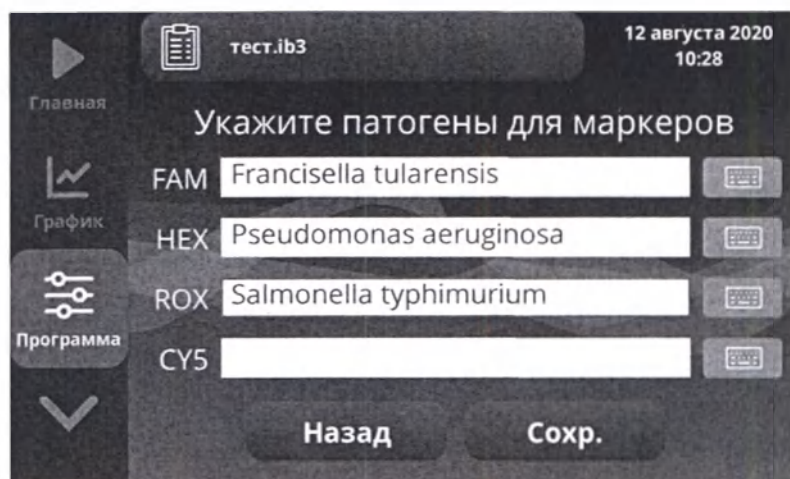

Рисунок 3.5 Указание названий патогенов
8. После завершения настройки нажмите на кнопку **Далее**. Откроется окно задания патогенов (рисунок 3.5).